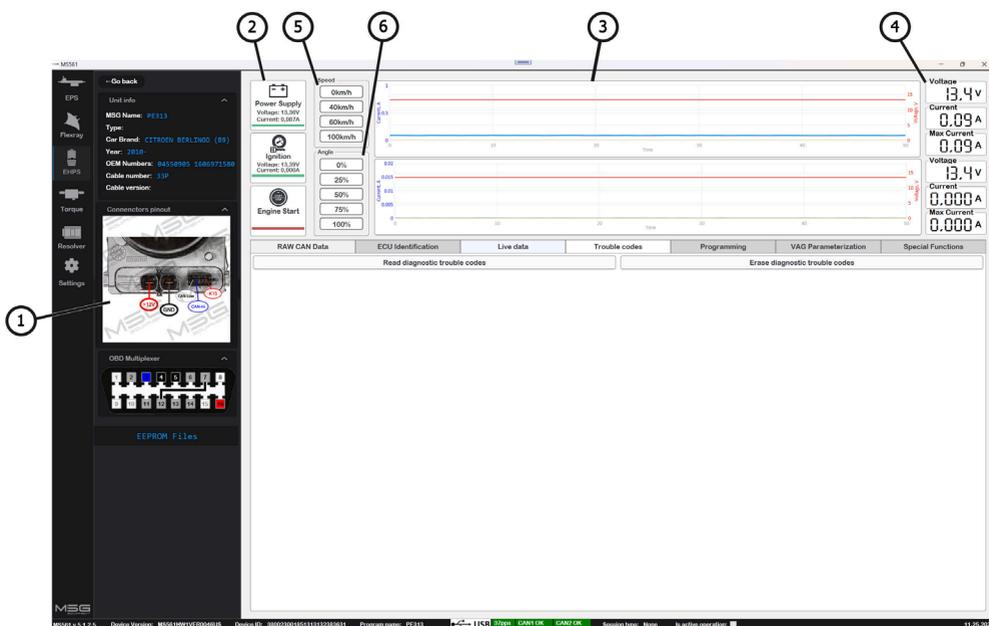

Рисунок 5. Вікно програми тестера MS561 PRO - діагностика агрегату
4.1. Оцініть роботу насоса за допомогою тестера MS561 PRO за такими критеріями (див. рис. 5):
- Послідовно збільшуйте швидкість обертання керма (поз. 6 рис. 5) - значення **потіку рідини** мають зростати.
- Послідовно збільшуйте швидкість автомобіля (поз. 5 рис. 5) - значення **потoku рідини повинні зменшуватися**.
- Встановіть значення швидкості автомобіля і швидкості обертання керма (поз. 5 і 6 рис. 5), що дорівнюють **нулю**. На тестері MS511 кран режимів перевірки переведіть у положення **«PUMP»**, обертаючи його за годинниковою стрілкою до упору. **При повному замиканні клапана тестера насос повинен створити тиск, що дорівнює 100 бар**, і зупинитися на цьому значенні (як правило, насоси налаштовані на дане значення тиску). У цьому разі значення потоку рідини на тестері має знизитися до нуля.
- У програмі тестера MS561 PRO вимкнути агрегат, натиснувши на кнопки (див. поз. 2 рис. 5) у такій послідовності: **«Engine Start», «Ignition», «Power Supply»**.